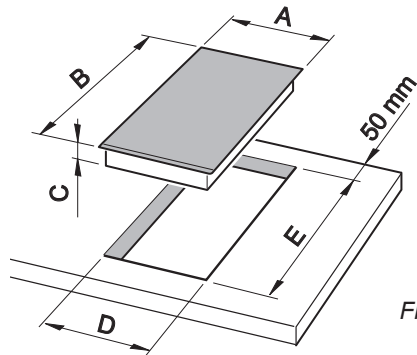

Fig. 1.1a
Per l'incasso del piano cottura nel mobile è necessario praticare un'apertura delle dimensioni indicate nelle figure 1.1a oppure 1.1b, tenendo presente che:
- Tagliare il mobile (come indicato nelle figure 1.1a oppure 1.1b).